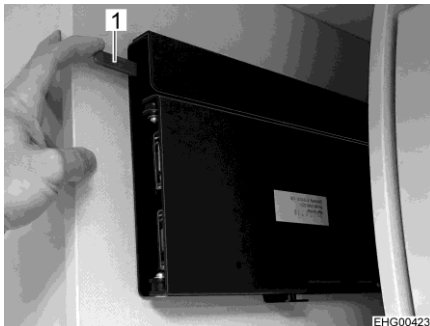
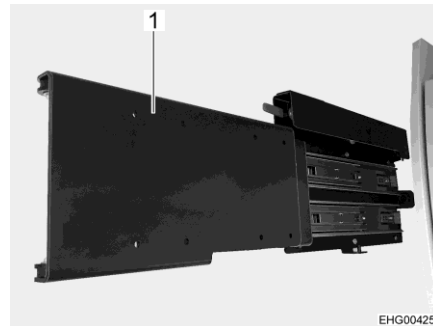

Bild 82 Låsa upp utdraget
Bild 83 Utdrag (utdraget)
- Tryck ner den röda spaken (Bild 82,1) och dra ut utdraget (Bild 83,1). Den platta bildskärmen är vinklad mot bodelen.